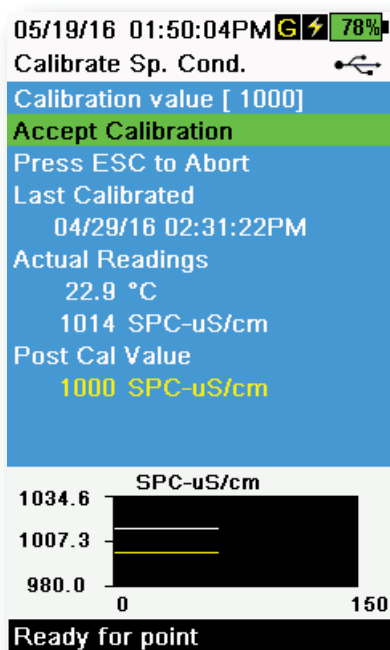

Figura 48 Calibrare la conduttanza specifica
7. Osservare le letture delle misure effettive per la stabilità (la linea bianca sul grafico non mostra alcun cambiamento significativo per 40 secondi), quindi selezionare **Accept Calibration (Accetta calibrazione)** (Figura 48). "Calibrazione riuscita!" sarà visualizzato nell'area dei messaggi.